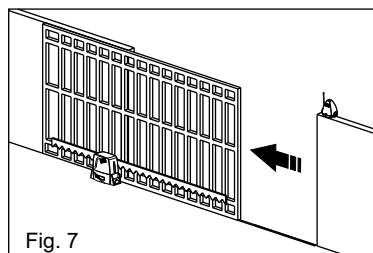

Fig. 7
9) Conseguido el microinterruptor de cierre, realizara automaticamente un ciclo de abertura (Fig. 7). Conseguido el microinterruptor de abertura realizara automaticamente un ciclo de cierre.